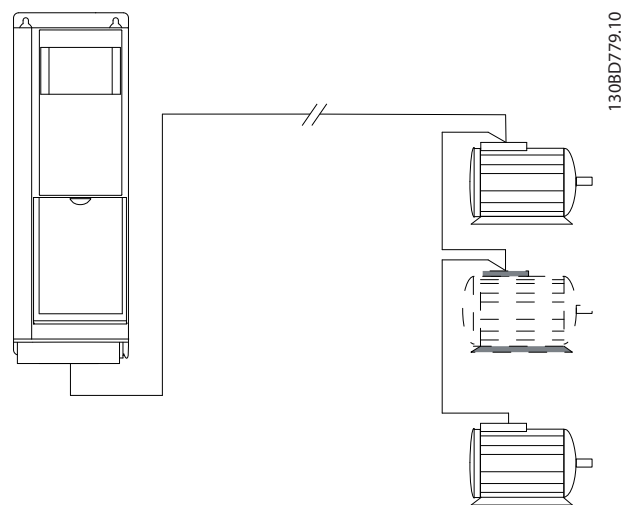

Abbildung 9.55 Lange Kabel in Reihenschaltung
- Für lange Kabel ohne parallelen Anschluss, siehe Abbildung 9.55.